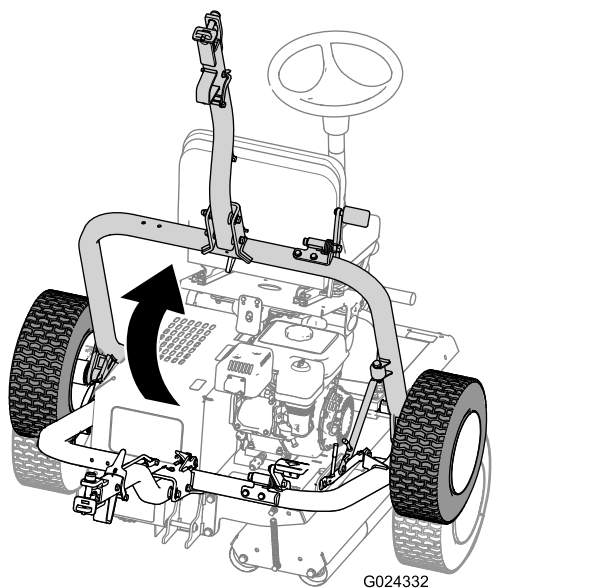

**Figura 27**
- A. Togliete il perno di bloccaggio (Figura 27).
C. Premete il blocco dell'attacco per sbloccare l'attacco (Figura 27).